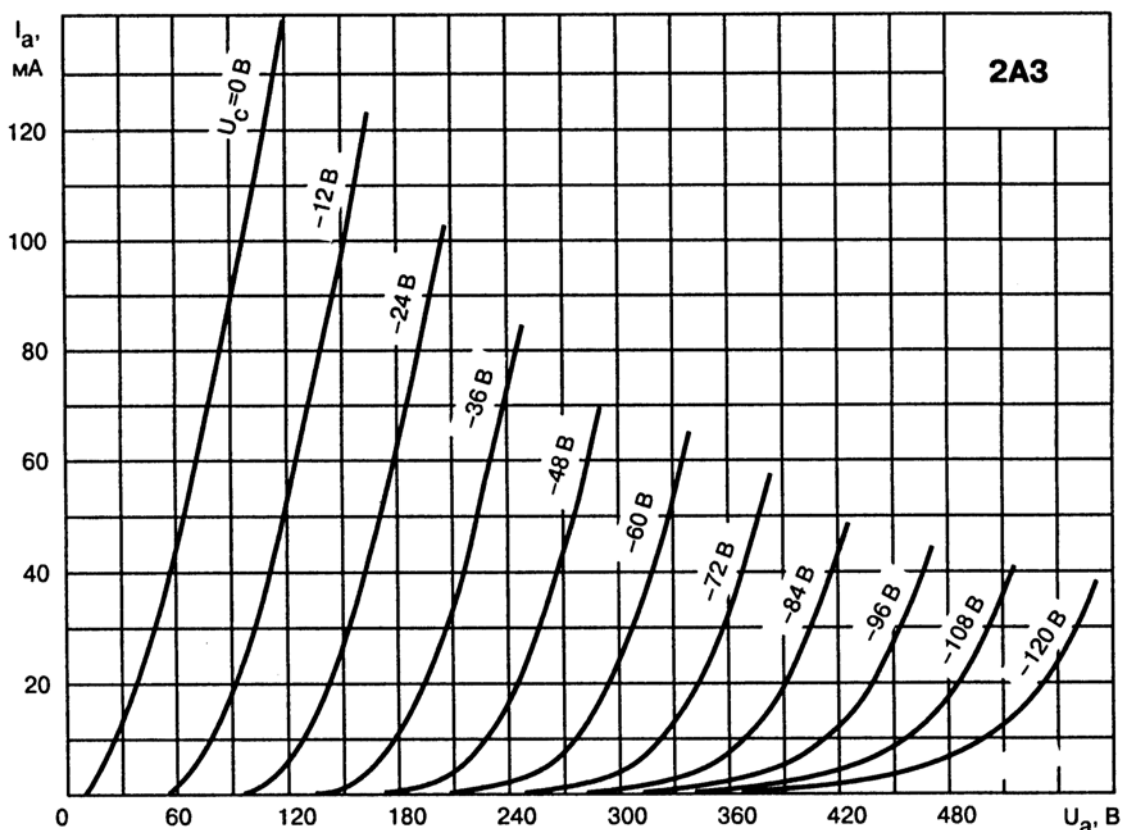

Рис. 3.2. Типовые вольт-амперные характеристики 2А3
- линейные ВАХ (см. рис. 3.2);